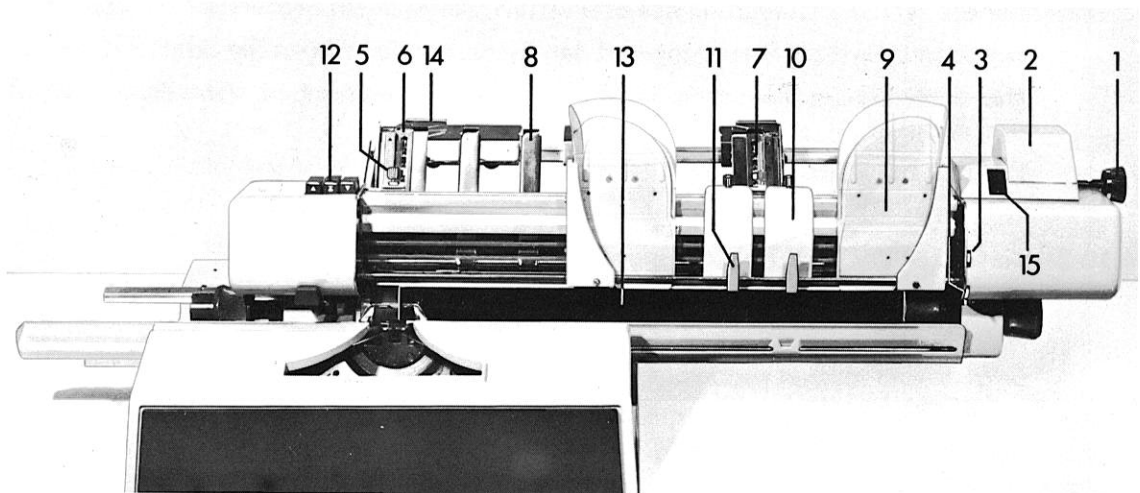
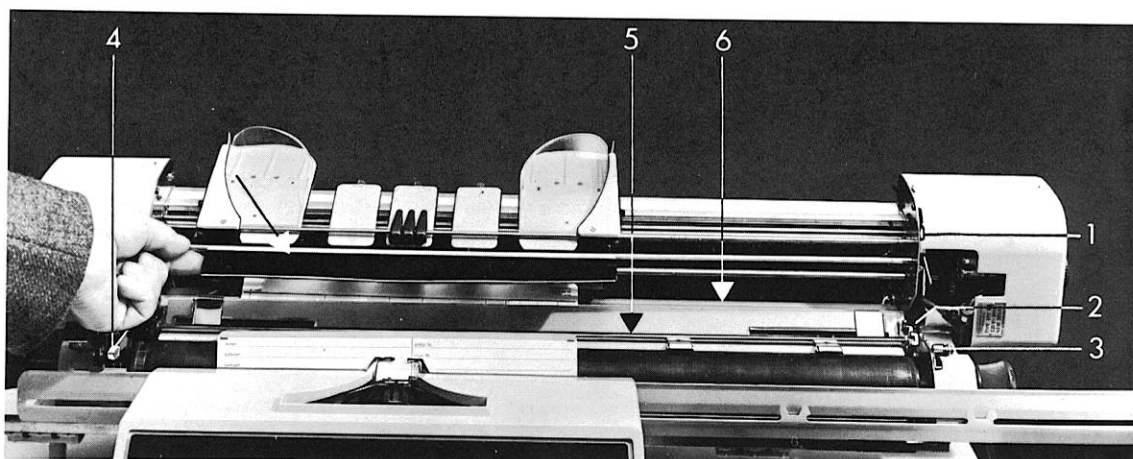

Abb. 15 Aufbau der EFV-Einrichtung
Abb. 20 Einsetzen der Vorsteckbandachse in die EFV
Das Lösen der Reibkupplung erfolgt durch axialen Druck auf den außen rechts von der EFV-Mechanik befindlichen Drehknopf (1) Abb. 15 in Richtung Formular bis in Raststellung. Durch Drehen des Drehknopfes von Hand kann nun unabhängig vom Steuerstreifen das Formular bewegt und in Grundstellung gebracht werden.
4.10.2 Aufbau der EFV (Abb. 15)
Der Kontokartentransport erfolgt automatisch, einmal über den Wagenrücklauf, wobei der Kontokartenauswurf ausgelöst und eine jeweilige Zeilenmarkierung angebracht wird, zum anderen sind automatische Vorgänge über ein Bedienungstastenfeld (12/Abb. 15) steuerbar (s. Pkt. 4.10.12).
Drehknopf (1) Abb. 15
Schaltknopf für Motormagnet (3) Abb. 15
Traktoren (Stachelbänder) (7) Abb. 15
Abstützhebel (4) Abb. 15
Rändelknopf (5) Abb. 15
Führungsklappe (6) Abb. 15
Papierabgleiter (8) Abb. 15
Papierhalter (14) Abb. 15
Bedienungstasten, Konteneinzug (12) Abb. 15
Papierlöser/Walzenlöser (2/4) Abb. 20
Papierführungsschacht (Journal) Abb. 20
Papierführungsschacht (Endlosformular) Abb. 20
- EFV-Einrichtung nach hinten klappen und Vorsteckbandachse aus der Halterung herausnehmen. (Abb. 20/21)
- Endlosformular über die Papierhalter (14) Abb. 15 hinten legen und den Anfang des Formulars in den Papierführungsschacht „Endlosformular“ Abb. 20 vor das herausragende Papier (evtl. Kontokarte) legen
- Führungsklappen (6) Abb. 15 aufklappen
- Rändelknöpfe (5) Abb. 15 lösen
- Traktoren (7) Abb. 15 seitlich so verschieben, daß das Endlosformular auf den vorher abstandsgleich verschobenen Papierabgleitern (8) Abb. 15, sowie auf den Transportstacheln aufliegt und in gewünschter Schreibposition steht.
- Endlosformular in die Traktoren (7) Abb. 15 einlegen, so daß die Transportstacheln in die seitliche Formular-Lochanordnung eingreifen.
- Rändelknöpfe (5) Abb. 15 festziehen, wobei das Formular glatt, jedoch nicht gespannt, zwischen den Traktoren liegen soll
- Führungsklappen (6) Abb. 15 auf eingelegtes Formular zuklappen
- Journal in Journalschacht (Abb. 20) direkt hinter der Schreibwalze einführen und mit einem der Walzendrehknöpfe einziehen, bis ca. 5-6 cm vorn sichtbar werden.
- Papierlöser betätigen (2) Abb. 20 und Journal entsprechend ausrichten (horizontal und vertikal)
- Die **Vorsteckbandachse** ist zwischen den seitlichen Lagerwänden der EFV, (Pfeil-Abb. 20) über eine **Vierer-lochreihe verstellbar** gelagert; dadurch restlose Ausnutzung des Farbtuches möglich.
Die EFV-Einrichtung wird hochgeklappt und der an der rechten Lagerwand angebrachte Abstützhebel (1) Abb. 20 betätigt, bis er auf den vorstehenden Lagerwinkel (3) Abb. 20 einklinkt und die Einrichtung abstützt.